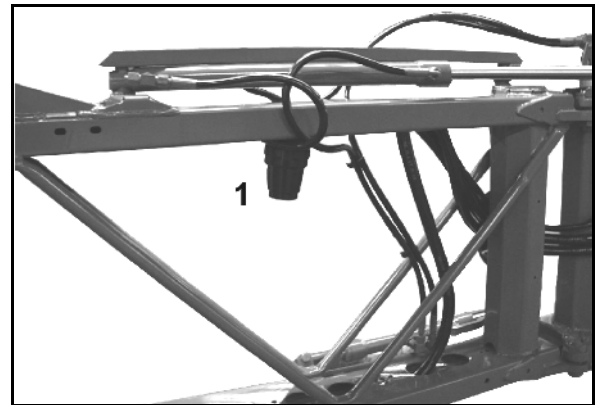

図 155
- ラインフィルター（図 155/1）を清掃します（使用状況に応じて3～4カ月に1回）。